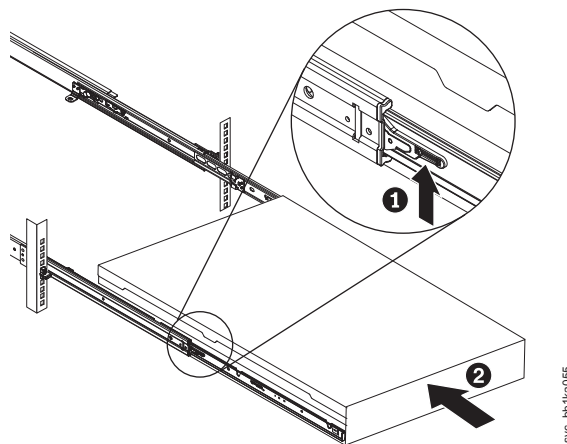

Figura 104. Levantando as alavancas de travamento dos trilhos deslizantes do rack
7. Se você retirou o nó para a posição totalmente estendidas no rack, levante as alavancas de travamento (**1** na Figura 104 na página 133) nos trilhos deslizantes e empurre o servidor **2** inteiro no rack até que ele se encaixe no lugar.